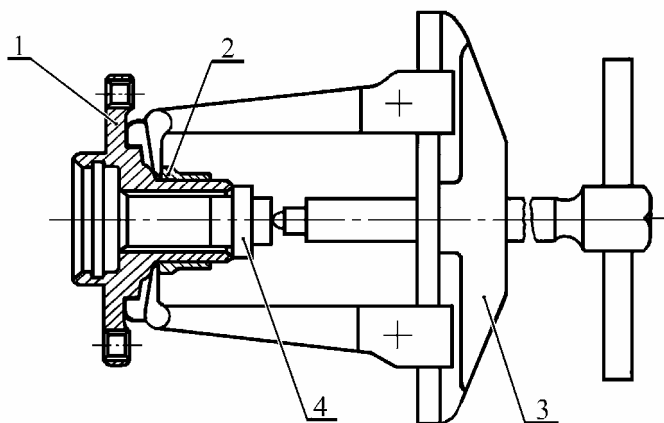

Рис.3. Спрессовка внутреннего кольца подшипника со ступицы переднего колеса:
3.12 Установить ступицу 1, рис. 3, в тиски и спрессовать съёмником 3, оставшуюся на ступице наружную половину 2 внутреннего кольца подшипника. Операцию выполнять при